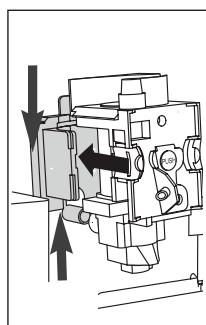

Fig. 42
- ▶ După curățare, înlocuiți unitatea de infuzare (A5) făcând-o să alunece pe suportul interior și pe șiftul din partea de jos, apoi apăsați simbolul PUSH (ÎMPINGERE) până când se fixează în poziție (Fig. 42).